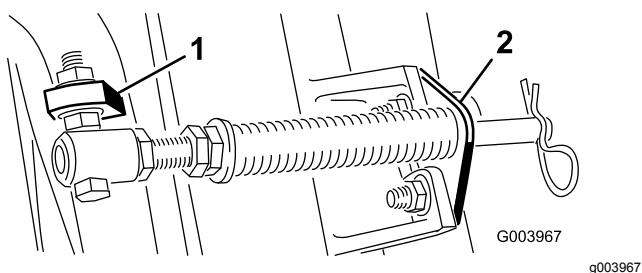

**Figura 5**
- A. Retire os dois parafusos de carroçaria e porcas que prendem o suporte da barra aos separadores da unidade de corte (Figura 5).
- B. Retire a porca flangeada que prende o parafuso com cabeça do tubo de mola ao separador da estrutura de suporte (Figura 5). Retire o conjunto.